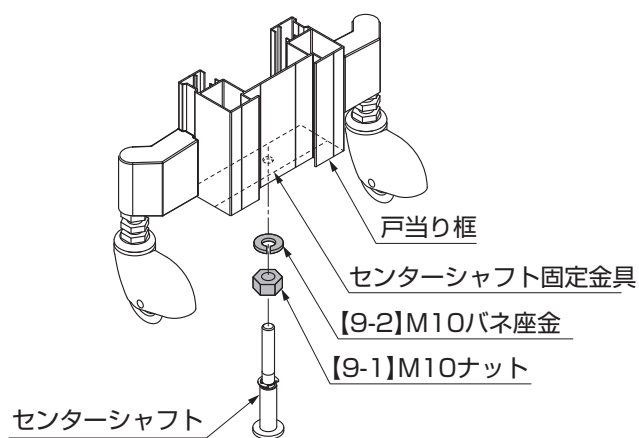

図11-7
- ①戸当り框部の下の「センターシャフト固定金具」に、【9-1】および【9-2】を組付けたセンターシャフトを仮組みしてください。(図11-7参照)